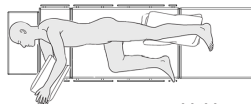

Abbildung 1
- Bringen Sie den Patienten in die seitliche Dekubitusposition (linke Seite nach oben) (Abbildung 1).